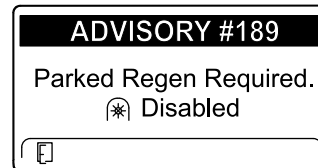

Figure 37
- Si vous n'exécutez pas de régénération en stationnement dans un délai de 2 heures, l'InfoCenter affiche ADVISORY #189 (avis n° 189) s'affiche pour demander une régénération en stationnement – prise de force désactivée (Figure 37).